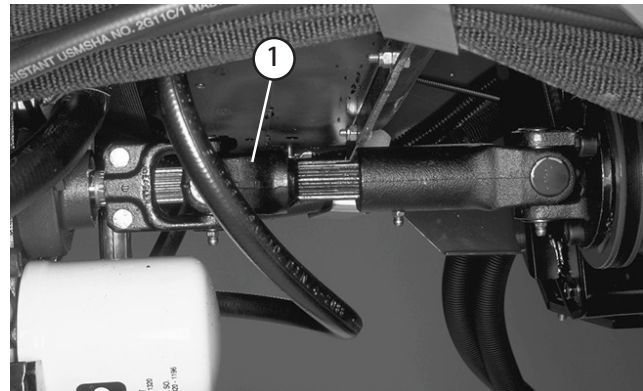

図 33
1. 駆動シャフトをエンジンの駆動カップラに固定しているキャップスクリューをゆるめて外す。駆動シャフトをトランスミッションに接続しているキャップスクリューを外す (図33)。駆動シャフトを取り外す
5. 牽引作業が終了したら、図 33 に示すように駆動シャフトを元通りに取り付ける。スプラインにより、正しい方向以外では接続できないようになっている。